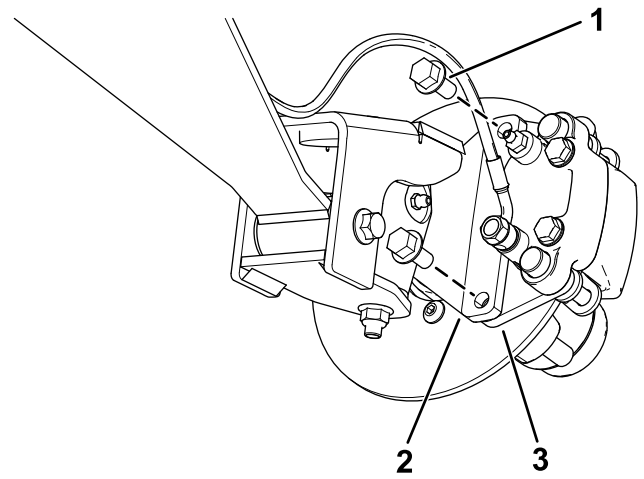

Bild 28
3. Entfernen Sie die Bundkopfschrauben ( $\frac{3}{8}$ " x  $\frac{3}{4}$ "), mit denen die Halterung für die Bremse an der Spindel befestigt ist, und nehmen die Bremse von der Spindel ab (Bild 28).
- Fluchten Sie die Bremsbeläge mit jeder Seite des Drehzylinders (Bild 28) und die Löcher in der Bremsbackenhalterung mit den Löchern im Bremsenhalter des Spindelrahmens aus (Bild 32).
- Befestigen Sie den Bremsbackenhalterung mit den beiden Bundkopfschrauben ( $\frac{3}{8}$ " x  $\frac{3}{4}$ "") am Spindelrahmen (Bild 28).